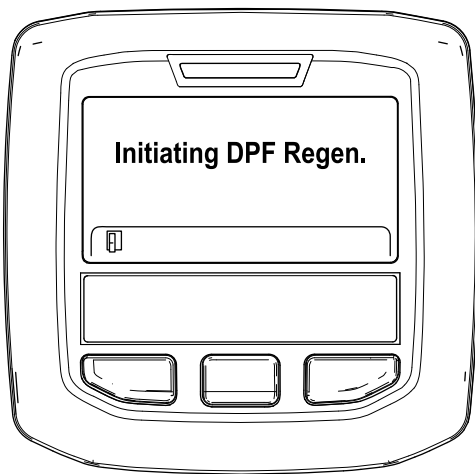

Figura 47
- A. Se muestra el mensaje "Initiating DPF Regen." (Iniciando regeneración de DPF) (Figura 47).